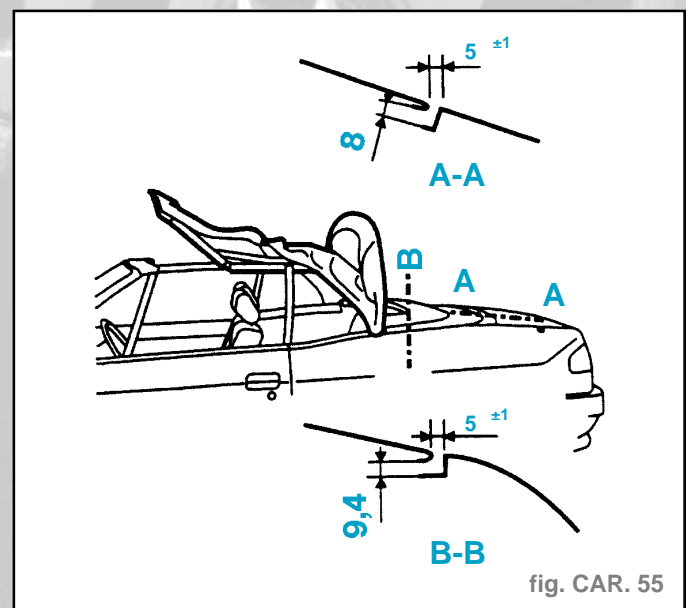

fig. CAR. 55
- Respecter les jeux et affleurements (fig. CAR. 55).